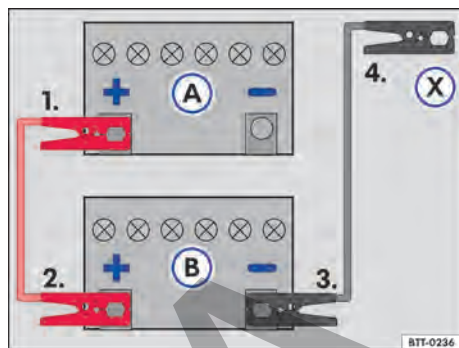

Fig. 126 Esquema para la conexión de los cables auxiliares de arranque: batería del vehículo descargada (A) y batería del vehículo que provee la corriente (B).
Leyenda para → fig. 126:
- Conectar un extremo del cable de arranque auxiliar rojo al polo positivo → fig. 126 (+) del vehículo con la batería del vehículo descargada (A) → ⚠.
- Conectar el otro extremo del cable de arranque auxiliar *rojo* al polo positivo (+) de la batería del vehículo que suministra corriente (B).
- Conectar una extremidad del cable de arranque que auxiliar *negro* al polo negativo (-) de la batería que brinda corriente (B) al vehículo.
- Conectar el otro extremo del cable de arranque auxiliar *negro* (X) al vehículo con la batería del vehículo descargada en una pieza maciza de metal atornillada firmemente al bloque del motor o en el mismo bloque del motor - aunque no cerca de la batería (A) → ⚠.